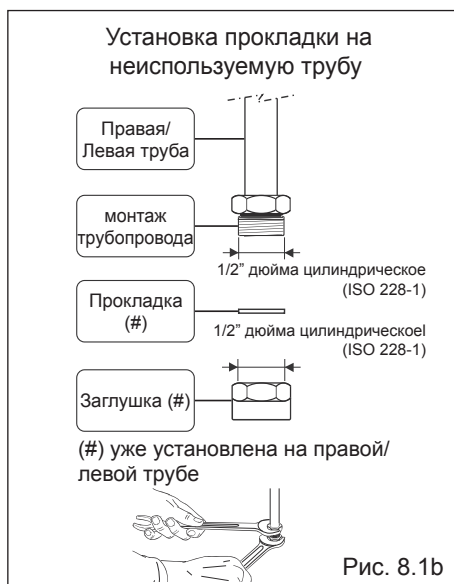

Рис. 8.1b
- Неиспользуемая труба должна быть закрыта прокладкой и крышкой (рис. 8.1b).